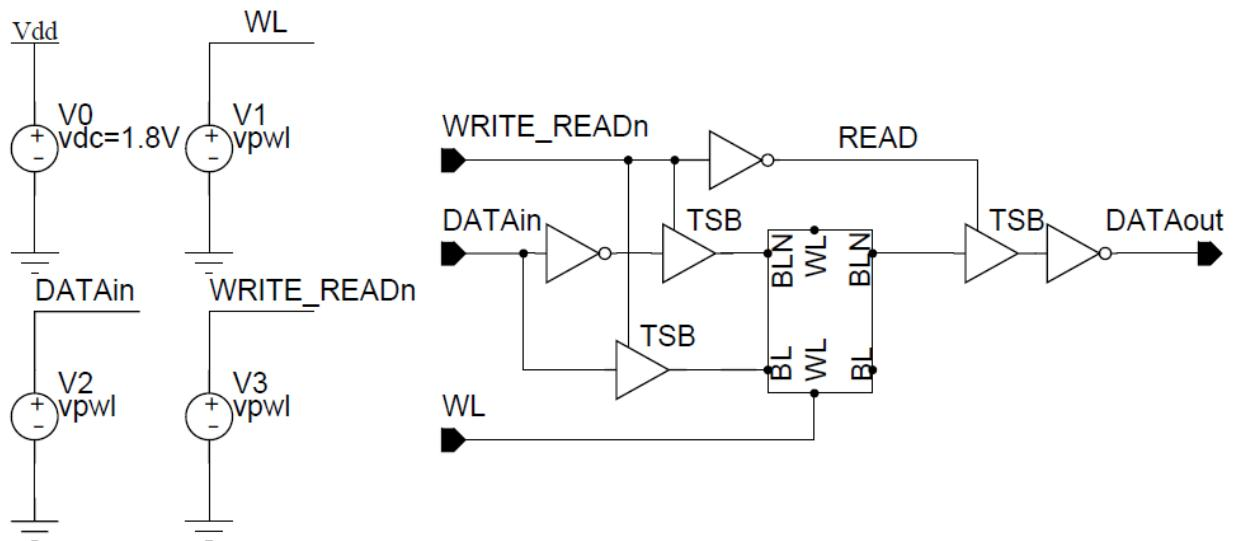

Figura 3.3: Testbench-ul celulei de memorie 6T SRAM.
*Testbench*-ul celulei de memorie 6T SRAM se regăseste în Figura 3.3. Acesta conține, alături de stimuli, celula de memorie a carui simbol l-am generat mai la pasul anterior, simbolul inversorului și al unui *tristate buffer*, ambele generate în timpul primului laborator.